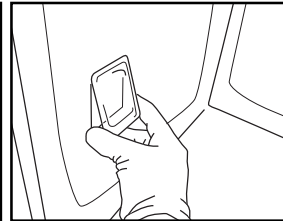

Fig.9
5. Hold lampedekslet i riktig posisjon og trykk det godt inn til det smekker på plass (Fig. 9).